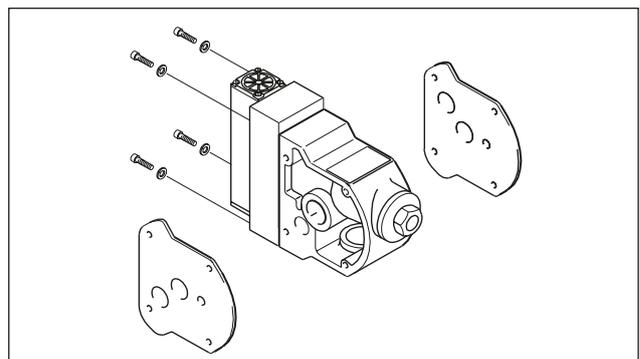

Fig. 20: Montaje de la válvula de control exterior
- Suelte los cuatro tornillos que la sujetan al bloque de control. Ahora ya se puede sacar la válvula de control completa, incluyendo el control piloto. Esta operación también se puede realizar sin desmontar previamente la bomba (Fig. 20).